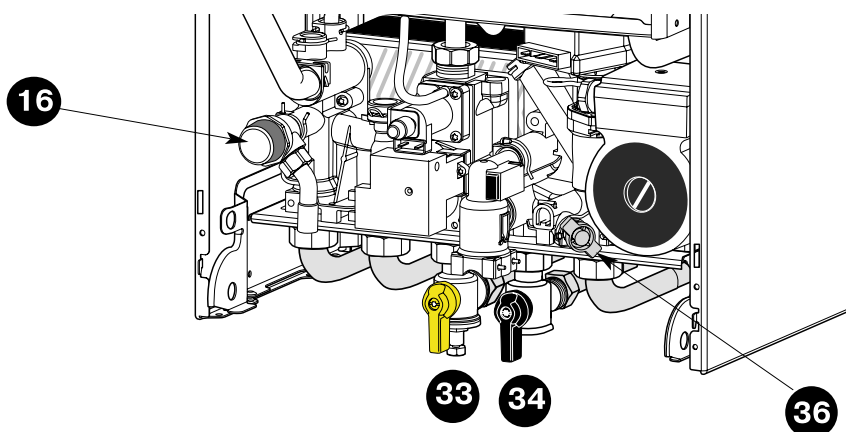

Рис. 21
Краны и клапаны (рис. 21)
3. Откройте кран подачи газа 33 (рис. 21).
- перекройте подачу газа, повернув кран **33** (рис. 21).